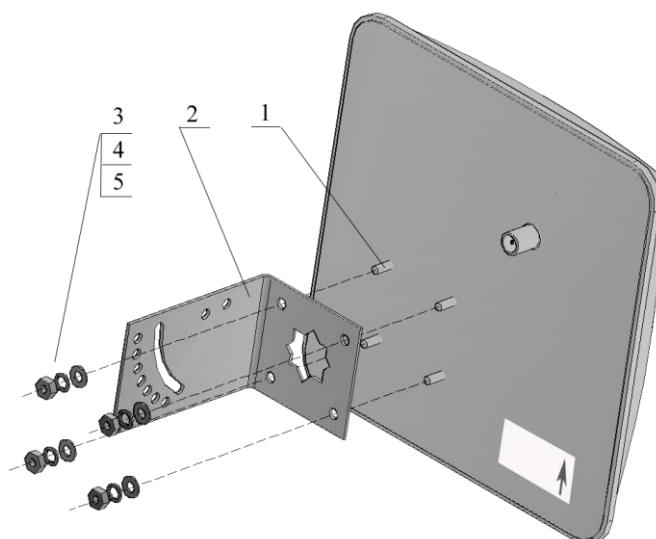
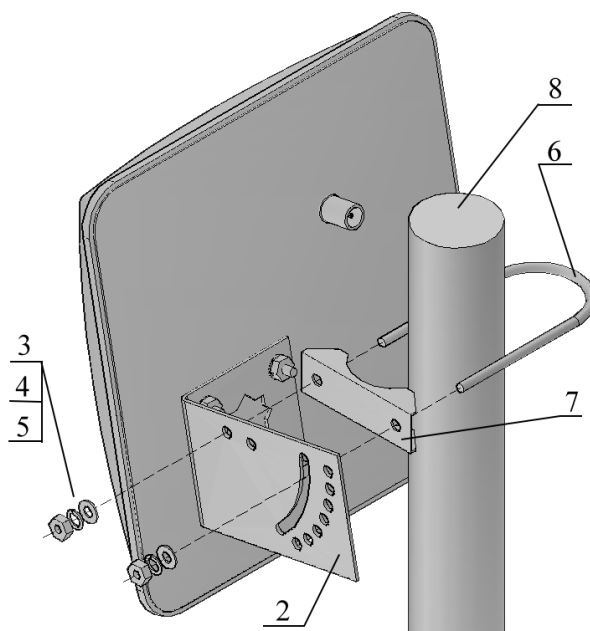

Рис.1
Рис.2
- Установите угловой металлический кронштейн (рис.1 поз.2) на 4 шпильки алюминиевого экрана антенны (рис.1 поз.1) сориентировав его в соответствии со стрелкой, изображенной на шильдике антенны и указывающей верх антенны. Закрепите кронштейн с помощью гаек, гроверов и шайб (рис.1 поз.3, 4, 5).
Изображенное местоположение углового кронштейна на рис.1 условно, т.к. конструкция антенны, в целях улучшения параметров, может меняться, всегда при монтаже кронштейна ориентируйтесь по стрелке на шильдике, указывающей вертикаль.
- Проденьте U образную скобу (рис.2 поз.6), входящую в комплект монтируемого кронштейна, через отверстия зубчатого хомута (рис.2 поз.7) и соответствующие отверстие и прорезь углового кронштейна (рис.2 поз.2) таким образом, что бы плоская основа хомута была направлена в сторону кронштейна.
- Прихватите скобу с хомутом на кронштейне с помощью гаек, гроверов и шайб (рис.1 поз.3, 4, 5), закрутив гайки на скобу всего на несколько оборотов. Поместите антенну на мачте или стеновом кронштейне (рис.2 поз.8) таким образом, что бы мачта оказалась между зубчатой частью хомута и U образной частью скобы (см. рис.2).